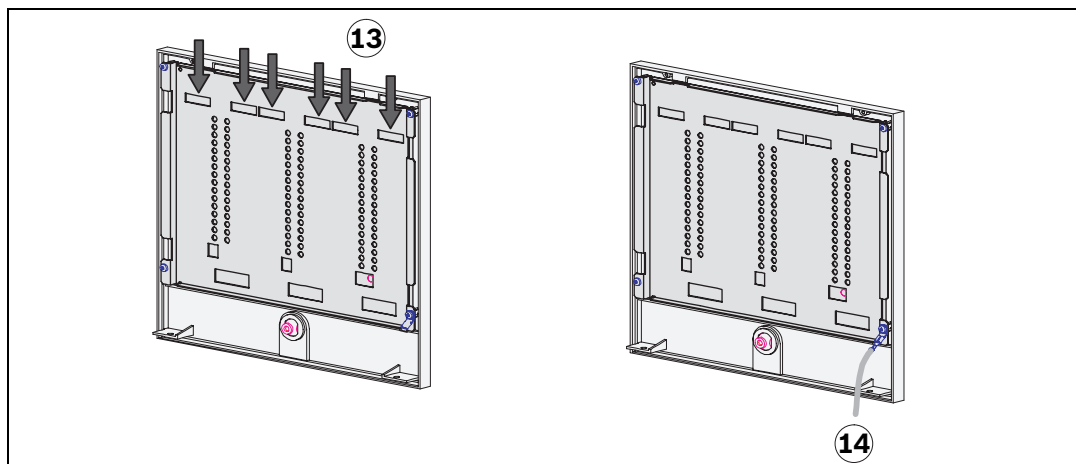

图 4.7 插入标签
将打印的标签插入机箱盖后侧的插槽中 (参见图 4.7 (13))。